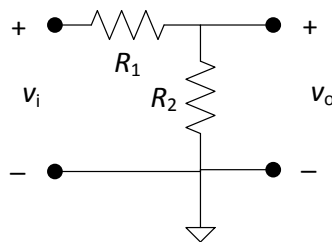

Figura 9. Divisor de tensió.
- P4. Es vol implementar el divisor de tensió de la Figura 9, on v_i és la tensió d'entrada i v_o la tensió de sortida.
- P5. Per al circuit de la Figura 9:
- Munteu el circuit de la Figura 9 amb dues resistències d'1 k Ω .
- Torneu a muntar el circuit de la Figura 9 amb les resistències d'1 k Ω .